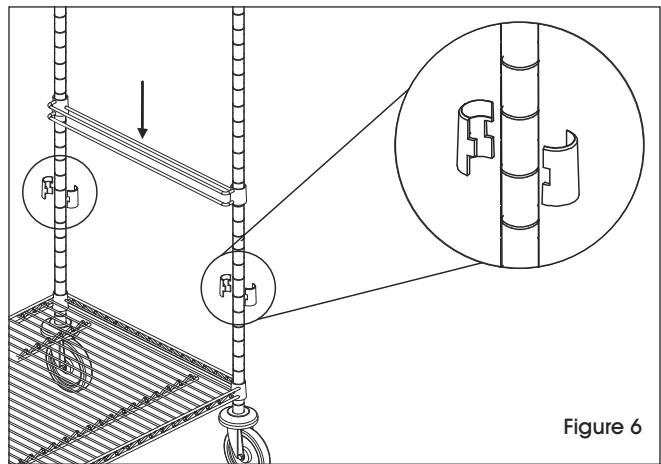

Figure 6
4. Place shelf supports on each post, 6" above the bottom shelf to allow room for divider boxes. Slide box slides onto posts on each side of shelving unit. Gently tap box slides down to secure. (See Figure 6)
4. Installez les supports de tablette sur chaque montant au-dessus de la tablette inférieure. Assurez une distance de 6 po entre les deux pour avoir suffisamment d'espace pour les boîtes à diviser. Glissez les glissières pour boîte sur les montants de chaque côté de l'unité de rayonnage. Tapotez doucement les glissières pour boîte vers le bas pour les sécuriser. (Voir Figure 6)